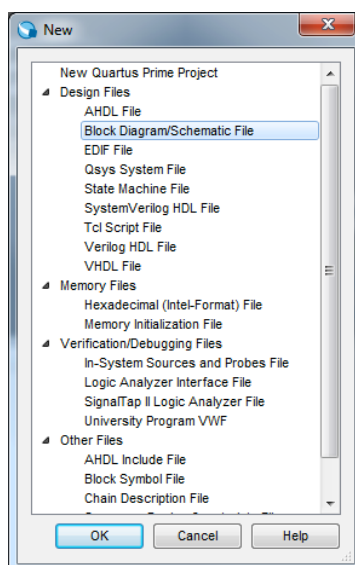

Figura 11 – Seleção do tipo de ficheiro a criar (*Block Diagram / Schematic File*).
3. Crie um novo ficheiro para um diagrama esquemático (menu “File→New”), de acordo com a Figura 11.